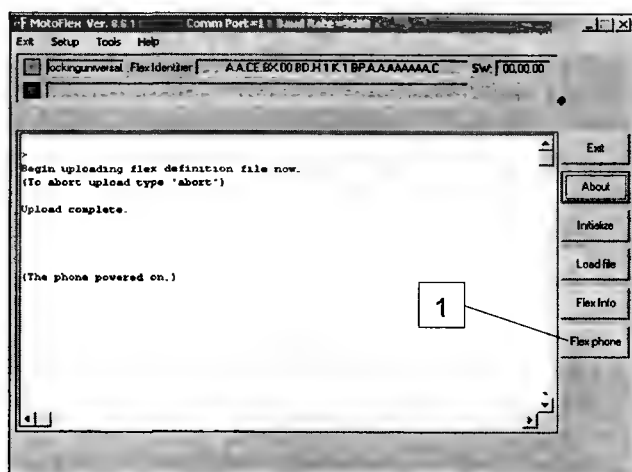

Рис. 7.21
4. Подключают к EMMIBOX телефон и включают последний. На боксе должен загореться желтый индикатор, окно программы при этом должно иметь вид, показанный на рис. 7.21.
5. Нажимают кнопку FLEX PHONE (1 на рис. 7.21).